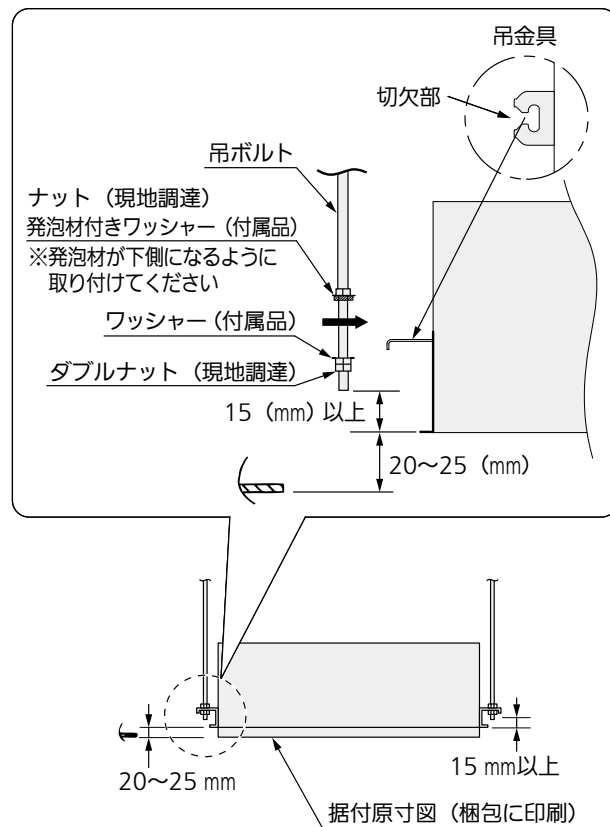

図4
※ 発泡材付きワッシャーは発泡材面を下側に取り付けてください。作業時に発泡材付きワッシャーを吊ボルトに保持することができます。下側のナットは図 4 のようにダブルナットを使用してください。
- ・ 吊ボルトの長さは、図 4 のように吊金具下面から 15 mm 以上隙間があくようにしてください。吊ボルトの長さが長いと、天井パネル・ルーバーモーターカバーにあたり取り付けできません。